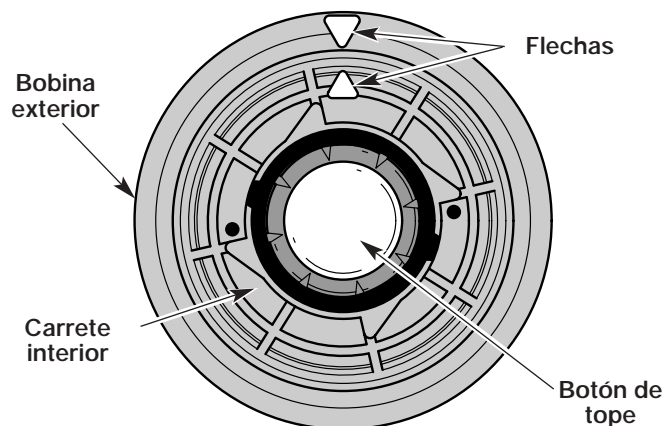

Fig. 46
2. Alinee la flecha del carrete interior con la flecha de la bobina exterior (Fig. 46).